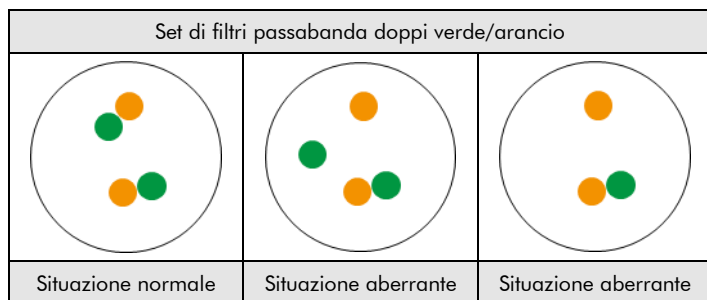

Fig. 2: Risultati attesi in situazione normale e aberrante
**Situazione normale:** Nelle interfasi di cellule normali o di cellule senza traslocazione che coinvolgono la regione del gene NTRK2, compaiono due segnali di fusione verde/arancio (vedere Fig. 2).
**Situazione aberrante:** Una regione del gene NTRK2 interessata da una traslocazione è indicata da un segnale verde separato e da un segnale arancione separato. I segnali arancioni isolati sono il risultato di delezioni prossimali alla regione del breakpoint di NTRK2 o sono dovuti a traslocazioni sbilanciate che interessano questa regione cromosomica (vedere Fig. 2).